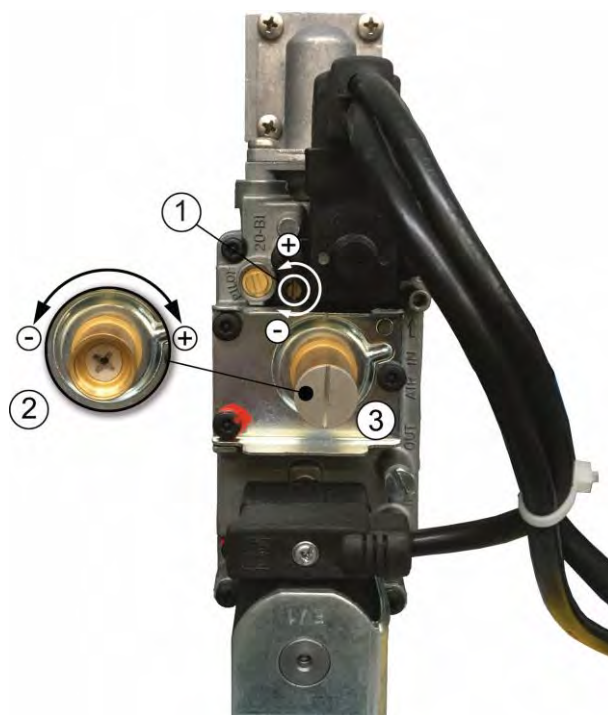

Fig 61
Débit maxi : faire tourner la vis plate (1) de l'électrovanne (fig. 61) dans le sens antihoraire **afin d'augmenter la pression.**
Débit mini : enlever le bouchon à vis plate (3) puis faire tourner la vis cruciforme (2) de l'électrovanne (fig. 61) dans le sens horaire **afin d'augmenter la pression.**